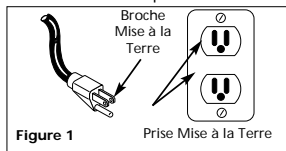

Figure 1
19. Pour réduire le risque de secousse électrique, la pompe devrait être branchée directement dans une prise de courant à 3 broches mise à la terre et installée correctement telle qu'indiquée sur la Figure 1. Le fil conducteur vert (ou vert et jaune) dans le cordon est le fil de terre. Le